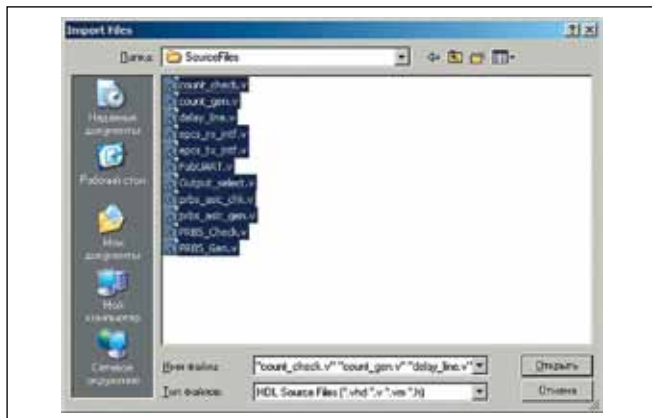

Рис. 8. Выбор файлов с исходными текстами пользовательской логики
3. Выбрать все файлы в папке (рис. 8), обведя их мышью или нажав на клавиатуре одновременно клавиши Ctrl и A (латинское), и нажать на кнопку «Открыть» (Open).